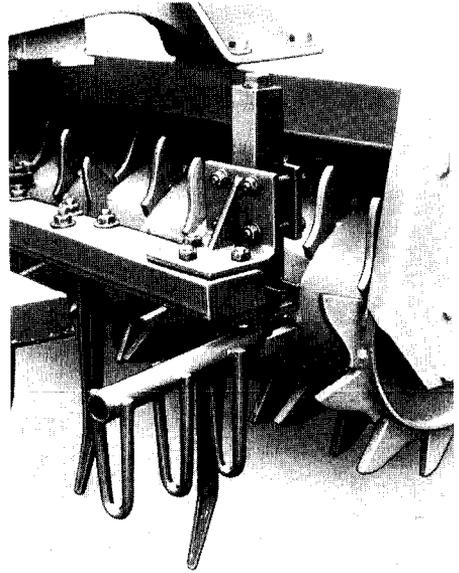
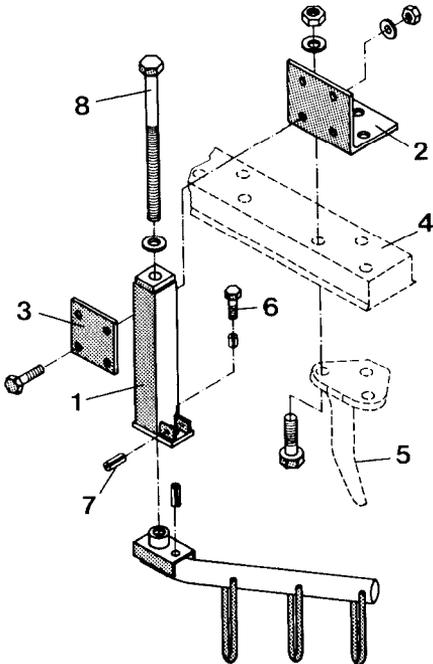

Fig. 45
Fig. 46
- Grenzstriegelhalter (Fig. 46/1) mit Konsole (Fig. 46/2) und Klemmplatte (Fig. 46/3) am hinteren Zinkenbalken (Fig. 46/4) der Rüttelegge festklemmen. Dazu ist es erforderlich, den äußeren Zinken (Fig. 46/5) zu lösen und mit der Konsole (Fig. 46/2) neu zu verschrauben.
Bei sehr steinigem Boden empfehlen wir, die Grenzstriegel links und rechts vertauscht anzubauen. Durch diese Maßnahme werden die vorn aufrollenden Steine schneller abgelegt. Treffen die Grenzstriegel während der Arbeit auf ein starres Hindernis, schert eine Abscherschraube (Fig. 46/6) ab, und der Grenzstriegel klappt nach hinten. Zum Austausch der Abscherschraube M8x20, DIN 933-8.8, muß die Spannhülse 5x30 (Fig. 46/7) herausgeschlagen und anschließend wieder montiert werden.
Bei der Fahrt auf öffentlichen Straßen müssen die Grenzstriegel der Rüttelegge RE/REV 30 eingeschwenkt sein (Fig. 45). Dazu ist die Klemmschraube (Fig. 46/8) zu lösen, der Grenzstriegel nach vorn zu klappen und die Klemmschraube wieder fest anzuschrauben.